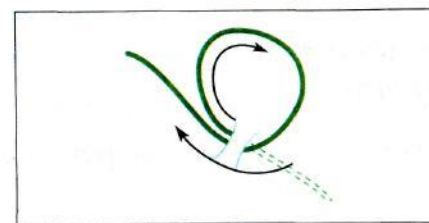

Рис. 66
- Выводят нитку на лицевую поверхность ткани, оставляя на изнаночной стороне конец нитки. Крепко его придерживая, выполняют маленький стежок швом «за иголку» (рис. 66).